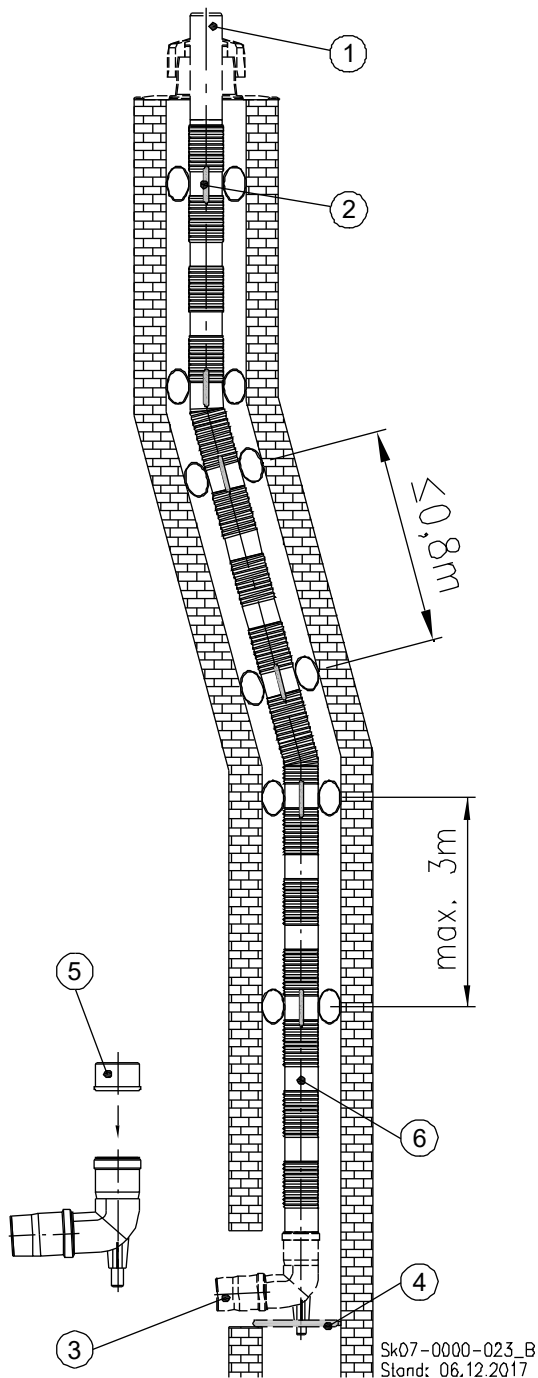
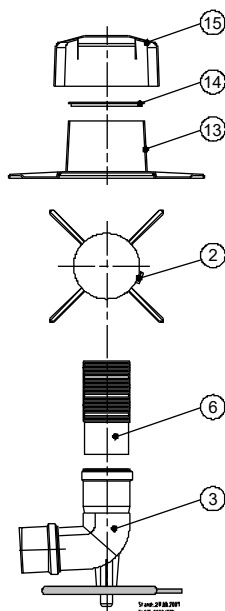

Abb. 60: Kaminsystem, flexibel
Abb. 62: Detail-Zeichnung Befestigung Schachtabdeckung
Legende zu Abb. 60:
- ➔ Säubern und entgraten Sie das Einsteckende des Abgasrohrs ⑥ (s. Abb. 60).
- ➔ Reiben Sie das Einsteckende des Abgasrohrs ⑥ mit säurefreiem Gleitmittel ein.
- ➔ Stecken Sie das sichtbare glatte Ende des Abgasrohrs ⑥ in den auf dem Auflager sitzenden Stützbogen ③.
Legende zu Abb. 62:
- ➔ Schieben Sie als erstes das Unterteil der Schachtabdeckung ⑬ (s. Abb. 62) über das Leitungsende Abgasrohr ① (s. Abb. 60).
- ➔ Spreizen Sie die Flexrohrklemme ⑭ auf.
- ➔ Schieben Sie die aufgespreizte Flexrohrklemme über das Leitungsende bis zum Unterteil der Schachtabdeckung ⑬.